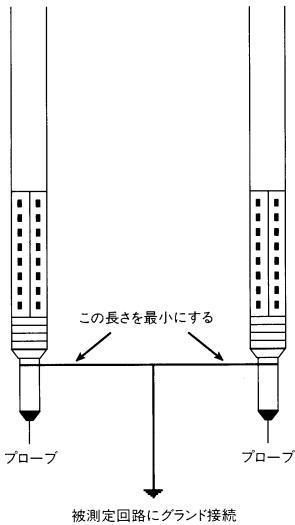

図9 2つのプローブのグランドを接続する。これを被測定回路の1ポイントでグランド接続する。すべてのグランド接続、特に2つのプローブのグランド間の接続はできるだけ短くしておく。
- 2つのプローブのグランドをできるだけ短いリード線で接続する。被測定デバイスに1か所だけでグランド接続する。図9を参照してください。